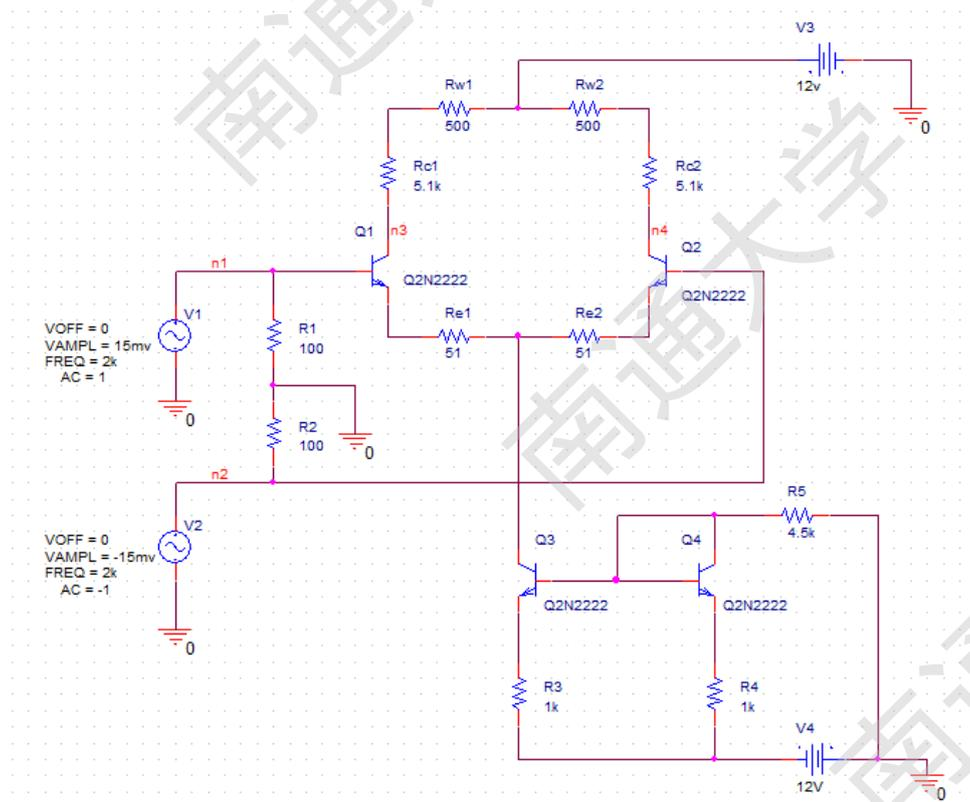
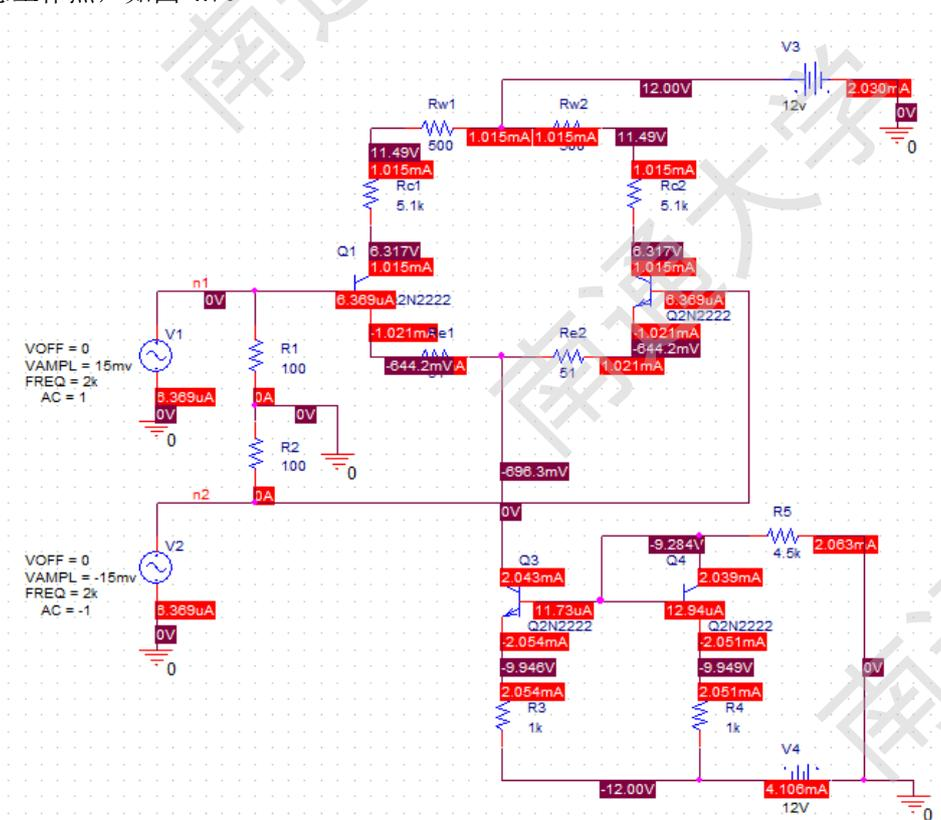
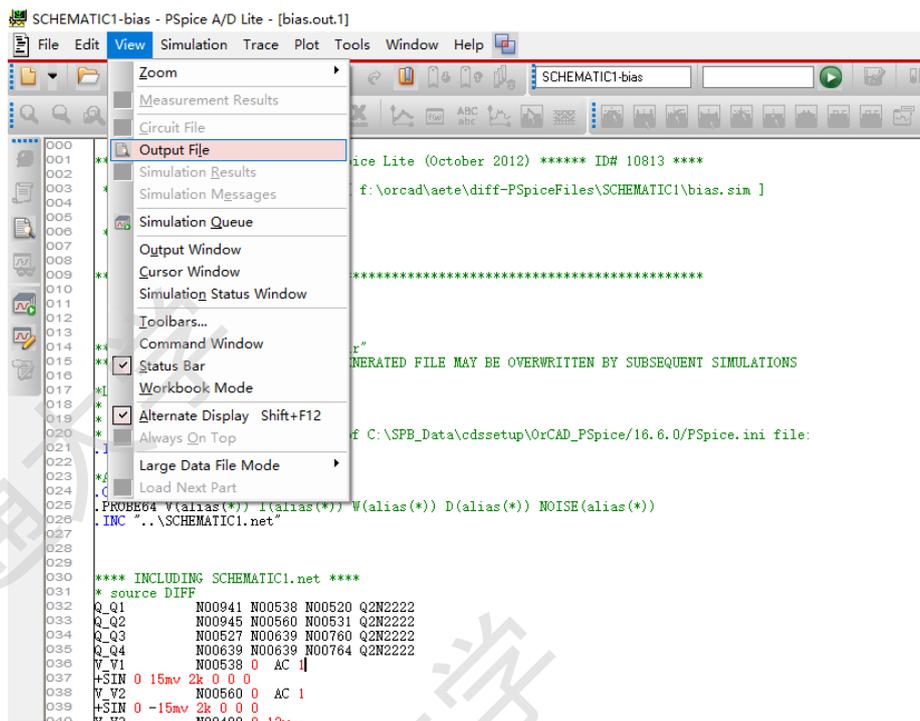
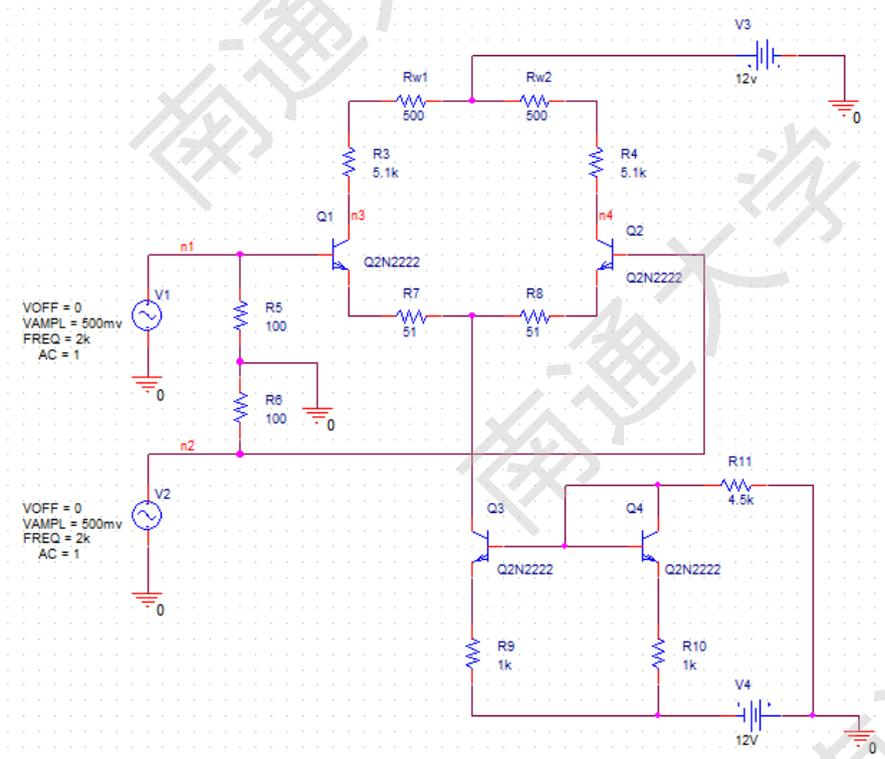

图4.4 差分放大电路原理图
图 4.6 静态工作点参数
图 4.7 静态工作点参数网表
图 4.20 共模输入原理图
参考电路如图 4.2 所示，创建图 4.4 仿真原理图，信号源选择正弦信号源 VSIN，振幅（幅值）15mV，频率 2kHz，偏移为 0；三极管选择 Q2N2222。为方便测量，也可添加导线别名，如 n1~n4，通过绘图工具栏的别名工具  添加。差模输入时，V1 中交流分析电压 AC 为 1，V2 中交流分析电压 AC 为 -1。
(2) 运行仿真。点击确定，按  ,点击  、 ，得到各管静态工作点，如图 4.6，数值框可使用鼠标调整位置，以方便读取。或在弹出的仿真窗口，点击菜单栏 View - Output File，得到各个静态工作点，如图 4.7。
(a) 图 4.4 与图 4.6 在撰写报告时要求打印，在菜单栏选择 Place—Text...添加图注文本，显示班级\_姓名信息。
(b)图 4.4 与图 4.6 所示原理图在保存时不要直接在编辑界面截图,使用菜单栏 File - Print Area - Set, 选择打印区域, 然后选择 File - Print..., 打印为 PDF 或者 XPS 格式后(矢量图)再截图。
电路如图4.4，双端输入双端输出，测量交流扫描法增益  $A'_{vd}$  和带宽  $BW$ ，并与步骤2中的瞬态法测量增益  $A_{vd}$  比较。
将图4.4两输入端短接（或设为相同输入），加入幅值为500mv，频率为2KHz的共模正弦信号，AC参数改为1，如图4.20，进行Transient Analysis，参数同前（可比较步长不变或空缺时，波形区别）。观察两集电极单端输出波形，读出两电压幅值，比较两者的相位，计算Avc1, Avc2, Avc和KCMR。